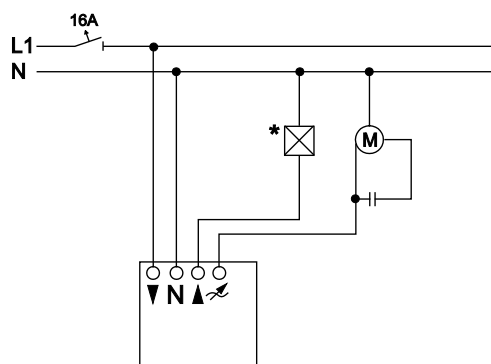

Abb. 3: Anschlussbild
2. Bauen Sie die mitgelieferte Einbaudose (1) senkrecht in die Wand.
3. Schließen Sie den Drehzahlsteller nach dem Anschlussbild (Abb. 3) an.
5. Setzen Sie den Kombirahmen (2) auf und stecken Sie die C-Scheibe (3) mit Luftschlitzen senkrecht auf.
6. Setzen Sie die Kontrolllampe (8) auf die mittleren Klemmen, so dass die Nase zur Einstellwelle gerichtet ist.
7. Setzen Sie die C-Scheibe (4) auf und befestigen Sie sie mit der Mutter.
2. Ziehen Sie den mittels Feder geklemmten Stellknopf (6) von der Welle ab.
3. Lösen Sie die Mutter (5) und nehmen Sie die Kappe (2) ab.
7. Führen Sie die Leitungen durch den Dichtstutzen und schließen Sie diese mit den Klemmen nach unten gemäß Anschlussbild (Abb. 3) an den Drehzahlsteller an.